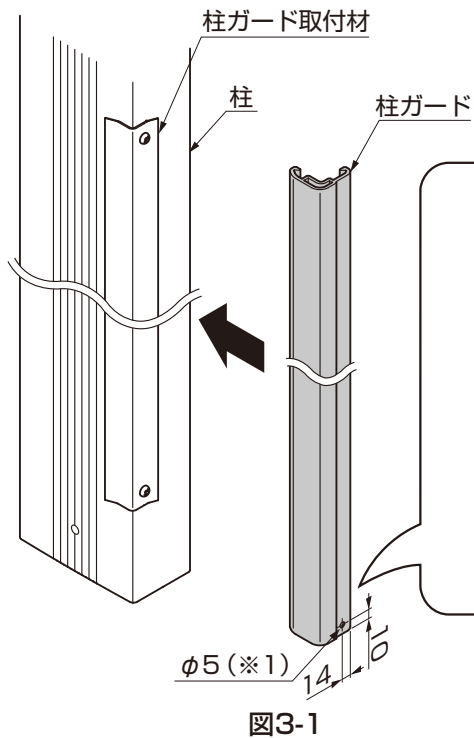
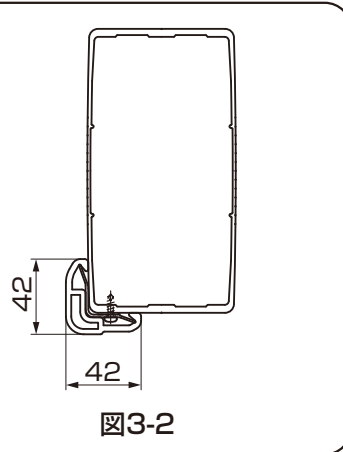

図3-1
図3-2
- ① 柱ガードに $\phi 5$ の穴 ( $\ast 1$ ) をあけて、柱ガード取付材に柱ガードをはめ込んでください。(図3-1、図3-2参照)